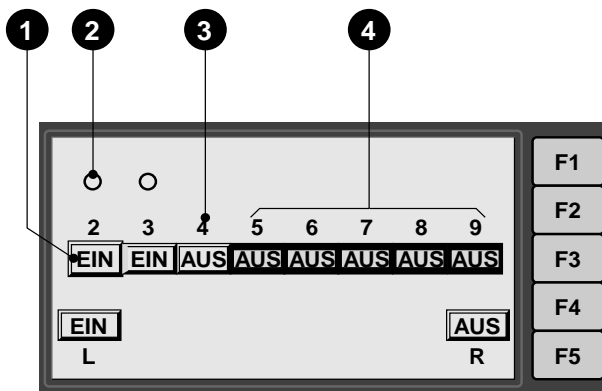
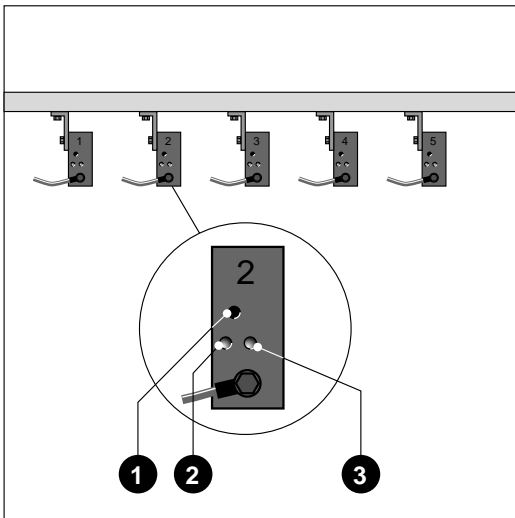

Bild 5-22. Menü „Anlage“
Bild 5-23. Verstärker „Anlagekontrolle“
- * Rufen Sie im Hauptmenü mit **F5** das Menü „Anlage“ auf (Bild 5-22).
Sobald die Anlagekontrolle das Druckgut erkennt, leuchtet im Menübild über dem entsprechenden Symbol ein kreisförmiges Symbol auf (2, Bild 5-22).
- * Ziehen Sie dazu das Druckgut vom Anlegestift weg: das Symbol (2, Bild 5-22) muß verlöschen (Sie können die Reaktion auch an den Verstärkern kontrollieren (Bild 5-23): sobald das Druckgut erkannt wurde, leuchtet die gelbe Kontrollampe (2, Bild 5-23).
- * Korrigieren Sie die Ansprechempfindlichkeit mit dem Einsteller (1, Bild 5-23) (Drehen im Uhrzeigersinn erhöht die Empfindlichkeit).